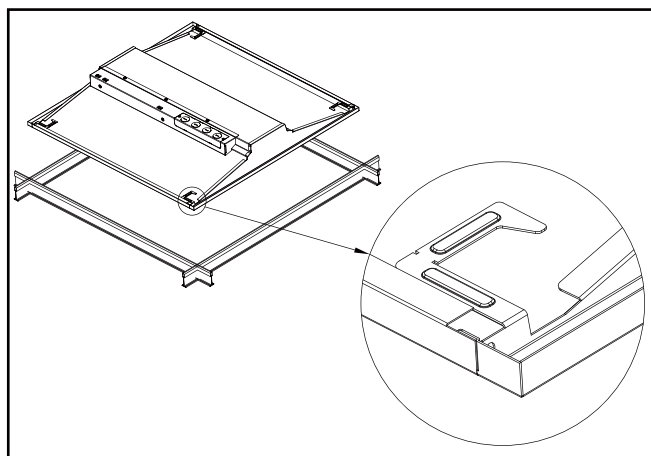

Figure 2.
5. Acheminer le luminaire dans la grille à un angle de 45 degrés et déposer le luminaire sur la grille (Fig. 2).
REMARQUE: les poids du luminaire sont ci-dessous. S'assurer que la grille peut supporter le poids du luminaire avant de procéder à la prochaine étape. Si vous n'êtes pas certain, utiliser un câble pour supporter le luminaire et le fixer sur une solive adéquate au-dessus du luminaire en utilisant les trous circulaires dans les languettes de coin (Fig. 2).